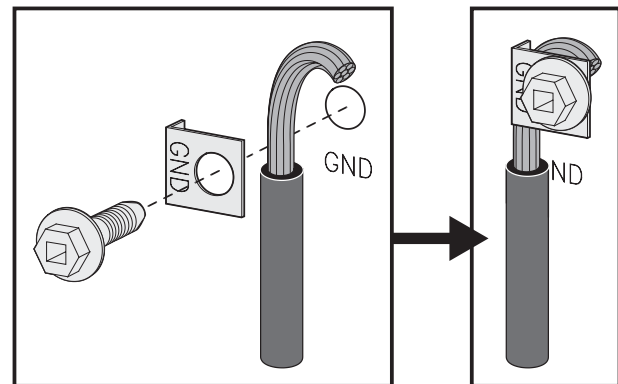

Fig. 17
3. (Connexión permanente tetrafilar SOLAMENTE) Conecte el alambre terminal de puesta a tierra (verde) al marco del electrodoméstico usando el tornillo y la placa de conexión a tierra, como se muestra en la Fig. 17. Asegúrese de instalarlo usando el mismo agujero del marco donde estaba originalmente instalado el tornillo de tierra.